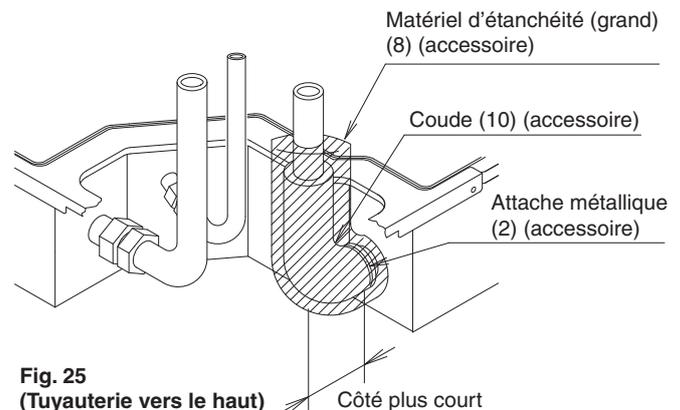

Fig. 25
- Le tube d'évacuation peut être connecté à partir de 3 directions. **(Reportez-vous à la Fig. 25, 26 et 27)**
(Reportez-vous aux **Fig. 25, 26, 27 et 31**)
4. Isolez l'attache métallique (2), le tube d'évacuation (1), le coude (10) avec le matériel d'isolation (Grand) (8) joint. (Reportez-vous aux **Fig. 25, 26, 27 et 33**) (L'attache métallique (2) risque de suinter et de la condensation risque de s'égoutter.)